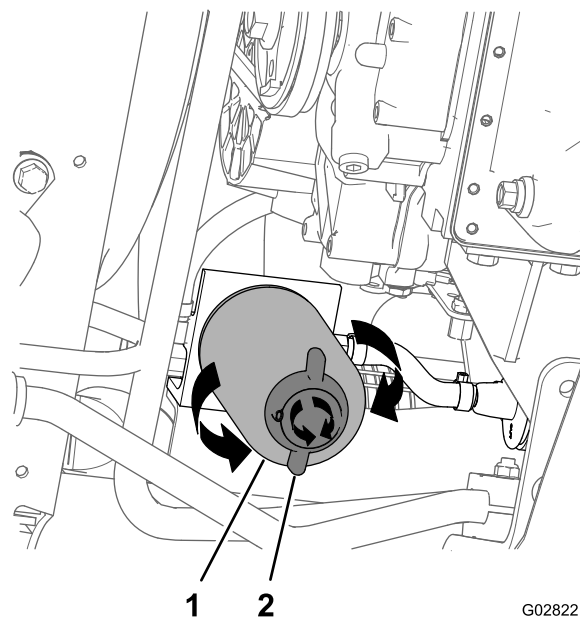

Figura 76
4. Allineate una bacinella di spurgo sotto il filtro del carburante; fate riferimento a Figura 76 nella sezione Sostituzione del filtro del separatore di condensa \(pagina 62\).
2. Posizionate una bacinella di spurgo sotto il filtro del separatore di condensa (Figura 76).
3. Ruotate la valvola di spurgo nella parte inferiore del filtro del separatore di condensa in senso antiorario (Figura 76).
4. Pulite l'area attorno al filtro del separatore di condensa e il supporto dell'adattatore del filtro (Figura 76).
5. Rimuovete il filtro del separatore di condensa (Figura 76).
9. Assicuratevi che la valvola di spurgo nella parte inferiore del filtro del separatore di condensa sia ruotata saldamente in senso orario (Figura 76).